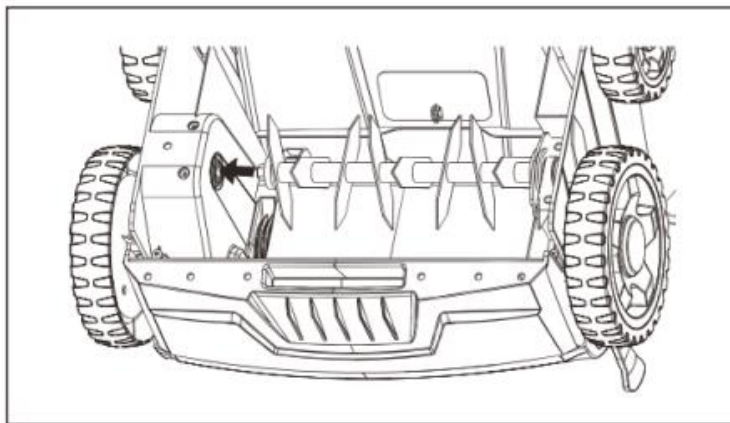

Рис. 11
2. Достаньте шестигранную гайку из гнезда приводного вала и подшипника с помощью болта и пружинных шайб (см. Рис. 11).